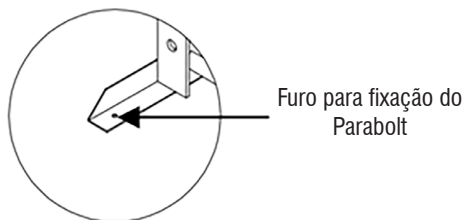

Figura 1 – Base para fixação
- Fixe o produto em um piso regular e nivelado utilizando, nos furos dos pés, chumbador parabolit de 3/8" x 2 1/4" (Figura 1).